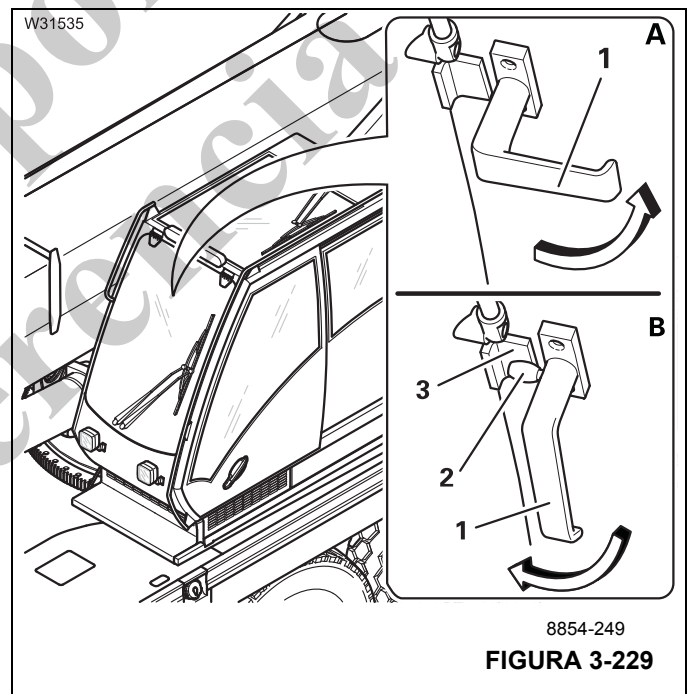

FIGURA 3-229
- Gire las dos manijas (1, Figura 3-229) hacia adentro.